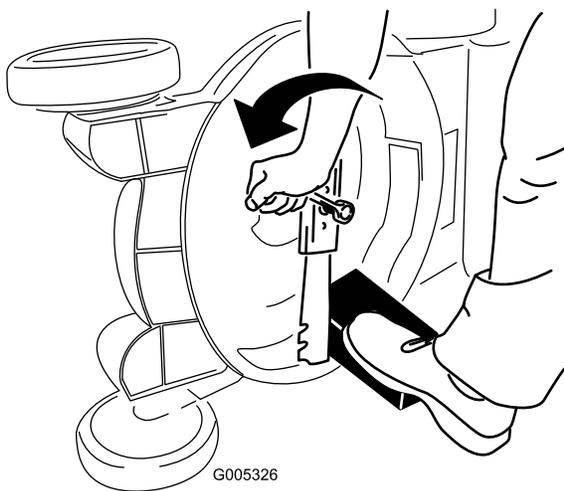

Figura 40
3. Utilice un bloque de madera para inmovilizar la cuchilla (Figura 40).
4. Retire la cuchilla, conservando todos los herrajes de montaje (Figura 40).